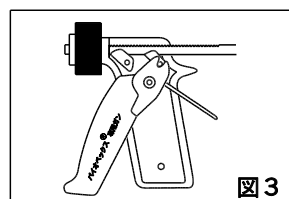

図3
- d) グリップ後方に引っ掛けてある「引き金ばね」を外し（図3）、右の爪金具セット（爪金具、ばね、軸ピン）とともに引き金を軸から外す。（図4 a～c）